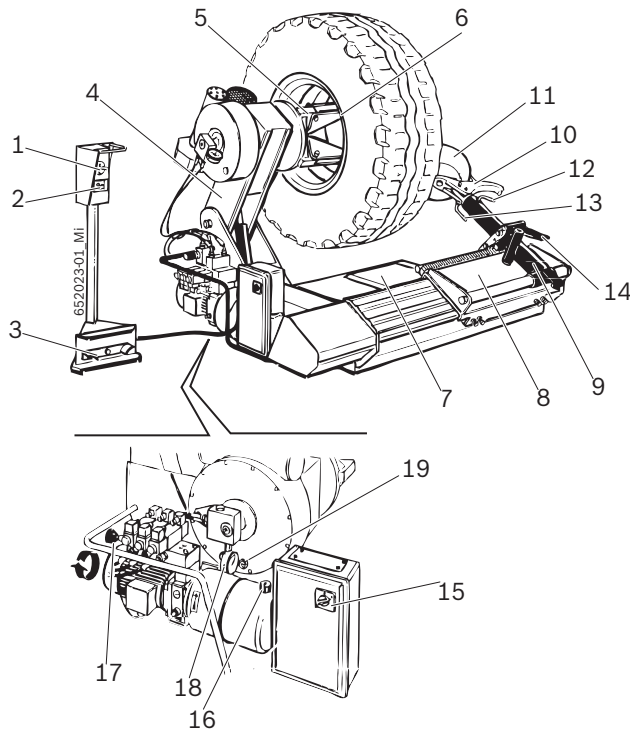

Fig. 1: TCE 5210
La flangia di serraggio funziona tramite circuito idraulico ad alta pressione, regolabile da 20 a 130 bar ruotando l'apposita manopola (Fig. 1, pos. 17) e leggendo il valore sul manometro (Fig. 1, pos. 18). La pressione normale di esercizio è di 130 bar. Per cerchioni deboli o particolarmente sottili è necessario diminuire tale pressione.
Per ruote con diametro inferiore a 800 mm o superiore a 1500 mm, si consiglia di sfilare la spina dell'utensile di montaggio (Fig. 1, pos. 12) e posizionarla nel secondo foro.